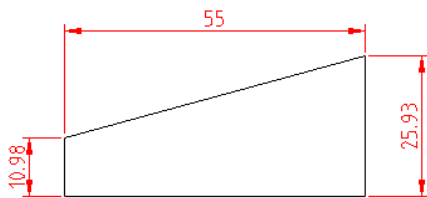

图 5-7 标注线性尺寸
(3) 使用同样的方法, 单击“线性”按钮来创建最后一个线性尺寸, 标注结果如图 5-7 所示。